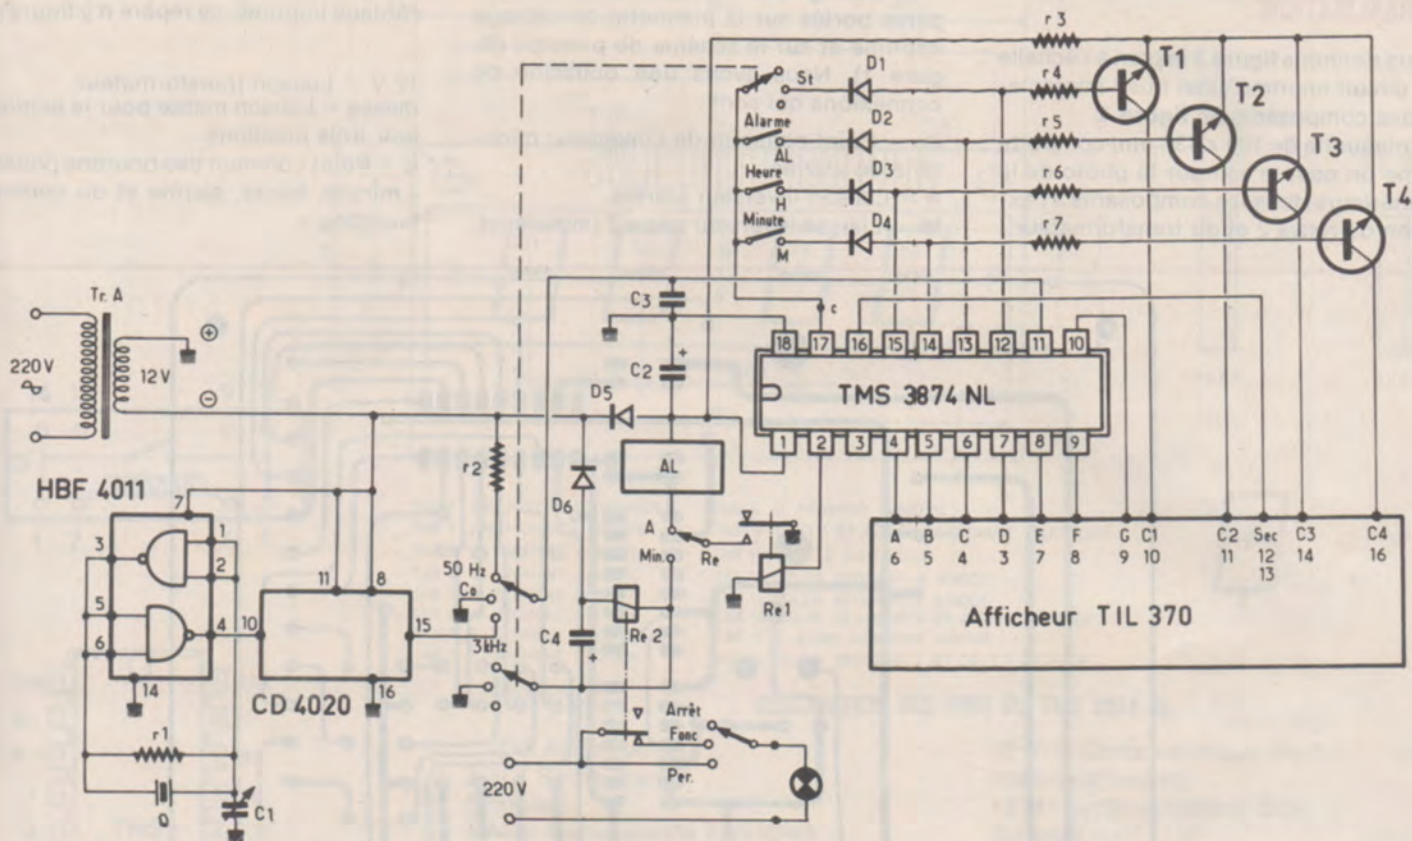

Figure 2
1) L'ALIMENTATION — Comme on peut le voir sur le schéma de principe figure 2 l'alimentation de l'horloge se fait à partir d'un transformateur 220/12 V — 1,5 VA et d'une diode D₅ associée au condensateur réservoir C₂. On remarquera ici la simplicité du montage.